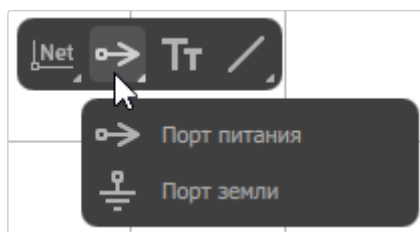

Рисунок 123. Инструменты «Порт питания» и «Порт земли» на панели инструментов
- 2) В раскрывшемся списке выбрать инструмент «Порт питания» или «Порт земли» (см. рисунок 123).